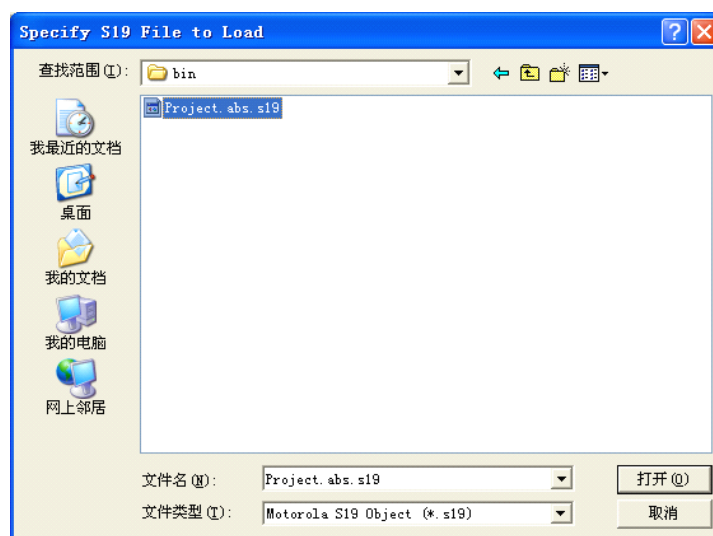

图 1-46 S19 文件选择对话框
- 【SS Specify S record】，选择要下载的用户 S19 文件，如图 1-46 所示；